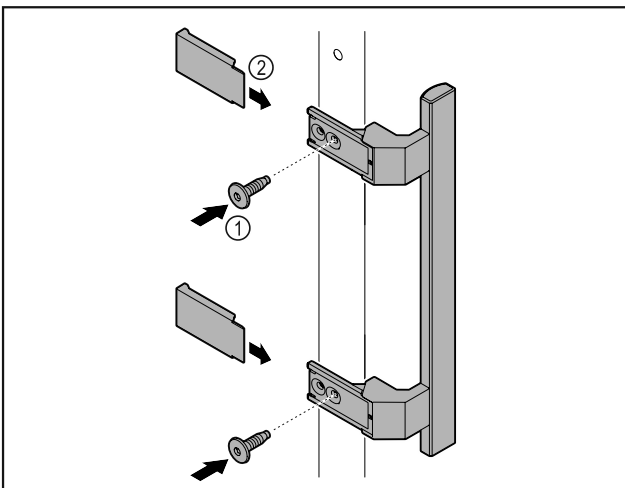

Fig. 6
- Ручку з комплекту додаткового обладнання з доданими гвинтами Fig. 6 (1) розмістити на дверях.
- Встановити кришку Fig. 6 (2).